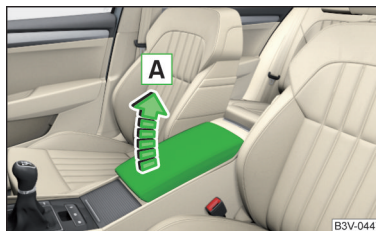

Fig. 92
- Pentru **reglarea pe înălțime**, ridicați cotiera în sensul săgeții  într-una din cele patru poziții de fixare » fig. 92.